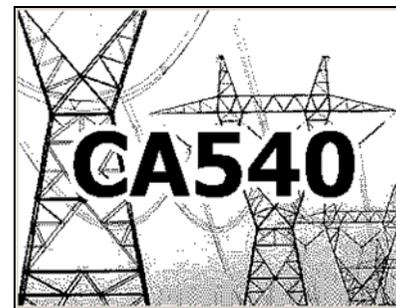
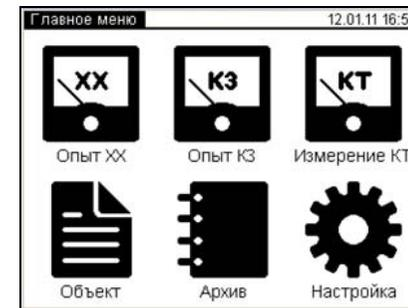

Рисунок 6.50
Рисунок 6.51
2) Установить выключатели "СЕТЬ", размещенные на передней панели Блока измерительного и на БСУ, в положение "I". На экране БУ появится изображение (рисунок 6.50).
3) Перейти в окно "Главное меню", для чего нажать в любом месте экрана БУ (рисунок 6.50). На экране появится окно "Главное меню" (рисунок 6.51)